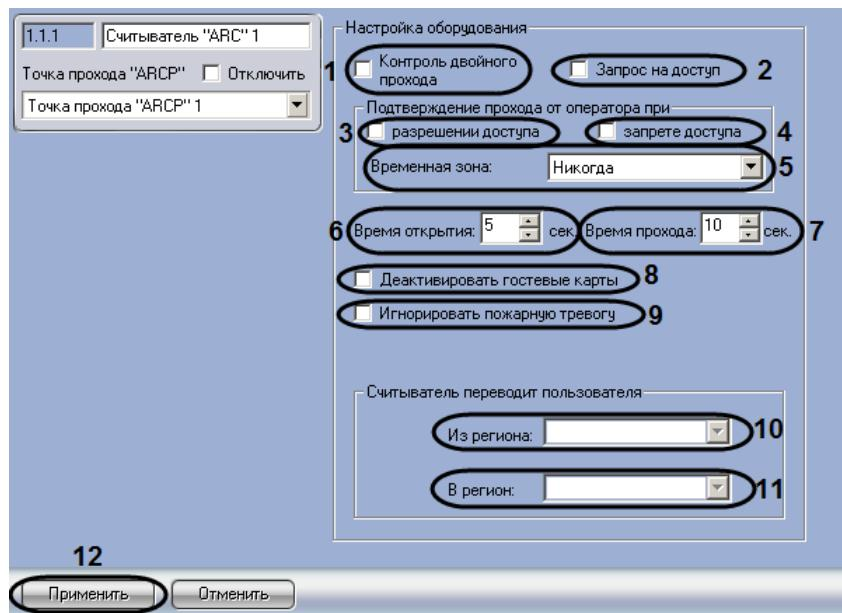

Рис. 3.4—2 Настройка считывателя точки прохода
2. В случае, если требуется проводить контроль двойного прохода через считыватель, установить флажок **Контроль двойного прохода** (см. Рис. 3.4—2, 1).
3. В случае, если для предоставления пользователю доступа требуется подтверждение оператора, установить флажок **Запрос на доступ** (см. Рис. 3.4—2, 2). Если данный флажок снят, решение о предоставлении доступа пользователю принимается ПК ACFA *Intellect*.